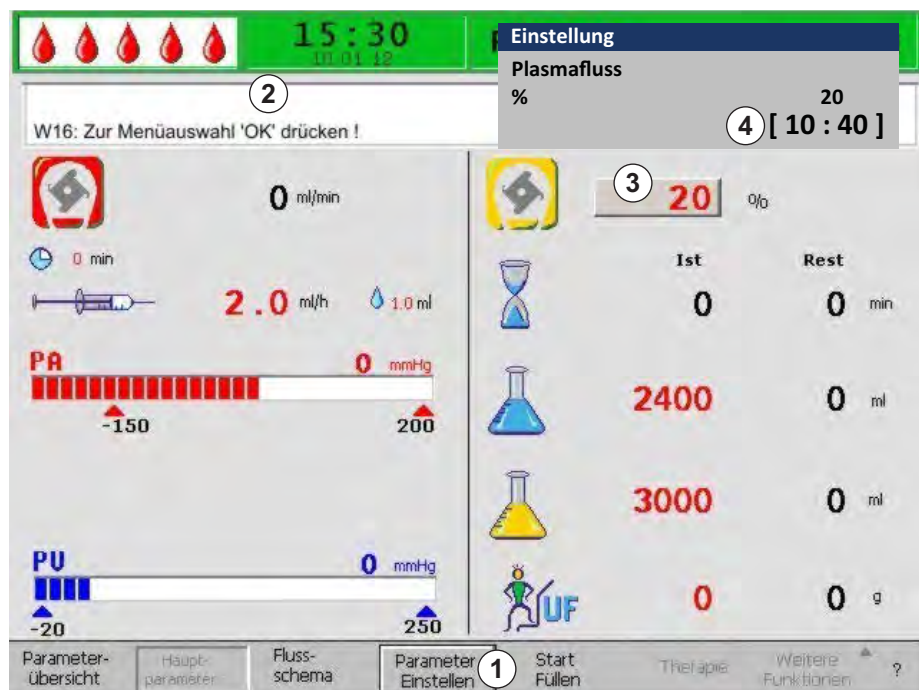

Abb. 3-18 Parameterauswahl im Bildschirm *Hauptparameter*
1. Mit Hilfe des Drehknopfes den Punkt *Parameter einstellen* (Abb. 3-18, ①) in der Menüleiste auswählen und *Enter*-Taste drücken.
- ↪ Alle änderbaren Parameter werden rot dargestellt (Abb. 3-18).
- ↪ In der Alarm-/Hinweiszeile erscheint der Hinweis *W16: Zur Menüauswahl 'OK' drücken !* (②), um anzuzeigen, dass die *OK*-Taste zum Beenden der Parametereinstellung gedrückt werden muss.
- ↪ Das aktuell ausgewählte Feld mit dem Parameterwert wird erhoben (wie nicht gedrückt) mit einem grauen Hintergrund dargestellt (Abb. 3-18, ③). Der Bereich für die Parametereinstellung wird im erscheinenden Fenster *Einstellung* angezeigt (④). Ist ein Parameter relevant für die Patientensicherheit, wird der aktuell eingestellte Wert über dem Einstellungsbereich angezeigt.